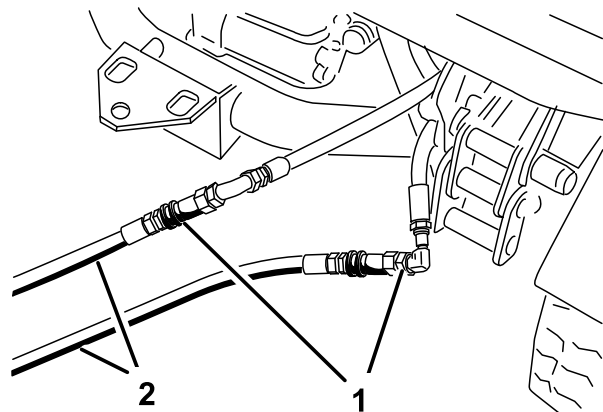

図 85
- 故障しているワークマンのカップラホースに、救援ホース2本を接続する 図 85。